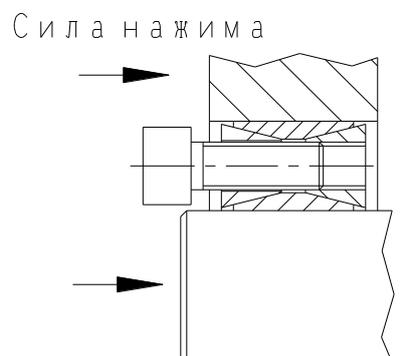

Рис. 6: Ослабление переднего нажимного кольца
- Если переднее нажимное кольцо заклинило, его можно ослабить давлением или лёгкими ударами на вал и втулку (см. рис. 6).